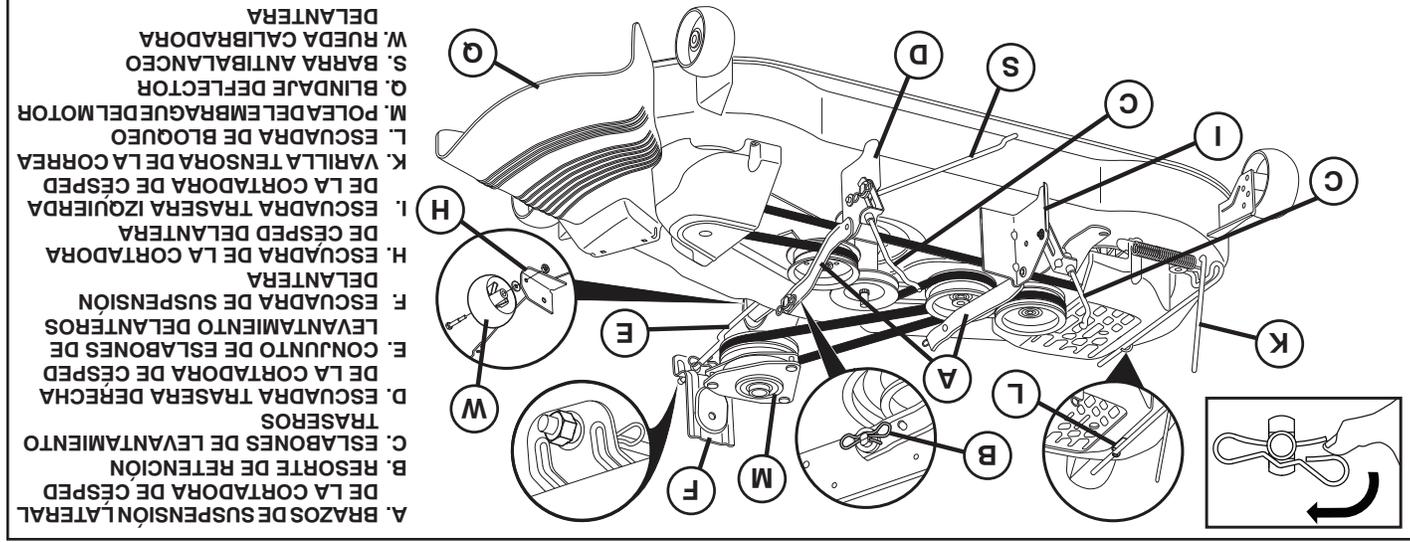

Fig. 22
9. INSTALE LA CORREA EN LA POLEA DEL EMBRAGUE DEL MOTOR (M) (Vea Fig. 22 y 33)
- Desenganche la varilla tensora de la correa (K) de la escuadra de bloqueo (L).
- Instale la correa en la polea del embrague del motor (M)
(Vea Fig. 22)
- Por el lado derecho de la cortadora, desconecte la barra anti-balaceo (S) de la barra posterior derecha de la cortadora (D) – retire el resorte de contención y la arandela, y jale la cortadora hacia usted hasta que la barra se salga del orificio de la barra.
1. INSTALE LA SEGADORA (Vea Fig. 22 - 33)